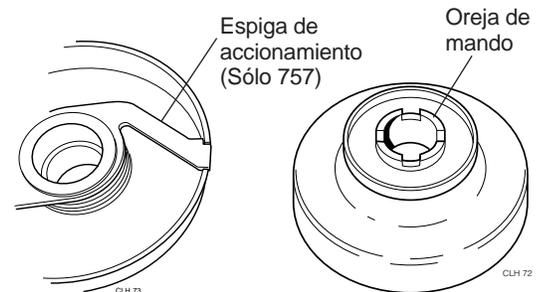

Figura 11.8
- Inspeccione las orejas de la bomba de aceite para ver su estado. (En el modelo 757 se usa una espiga de accionamiento) figura 11.8